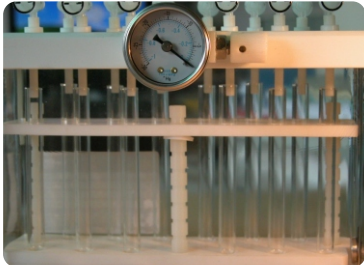

图10
- 小心地将“萃取柱托盘”盖到玻璃上，并确保每一个液路出口都对正在相对应的试管中。(见图10)